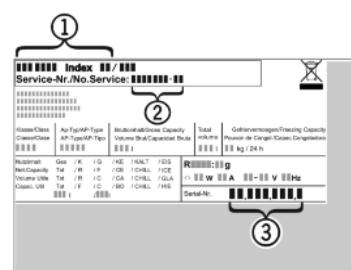

Fig. 10
- **Očitajte naziv uređaja Fig. 10 (1), servisni broj Fig. 10 (2) i serijski broj Fig. 10 (3)** s tipske pločice. Tipska pločica nalazi se na lijevoj unutarnjoj strani uređaja.
- Obavijestite službu za kupce i javite im kvar, naziv uređaja Fig. 10 (1), servisni broj Fig. 10 (2) i serijski broj Fig. 10 (3).